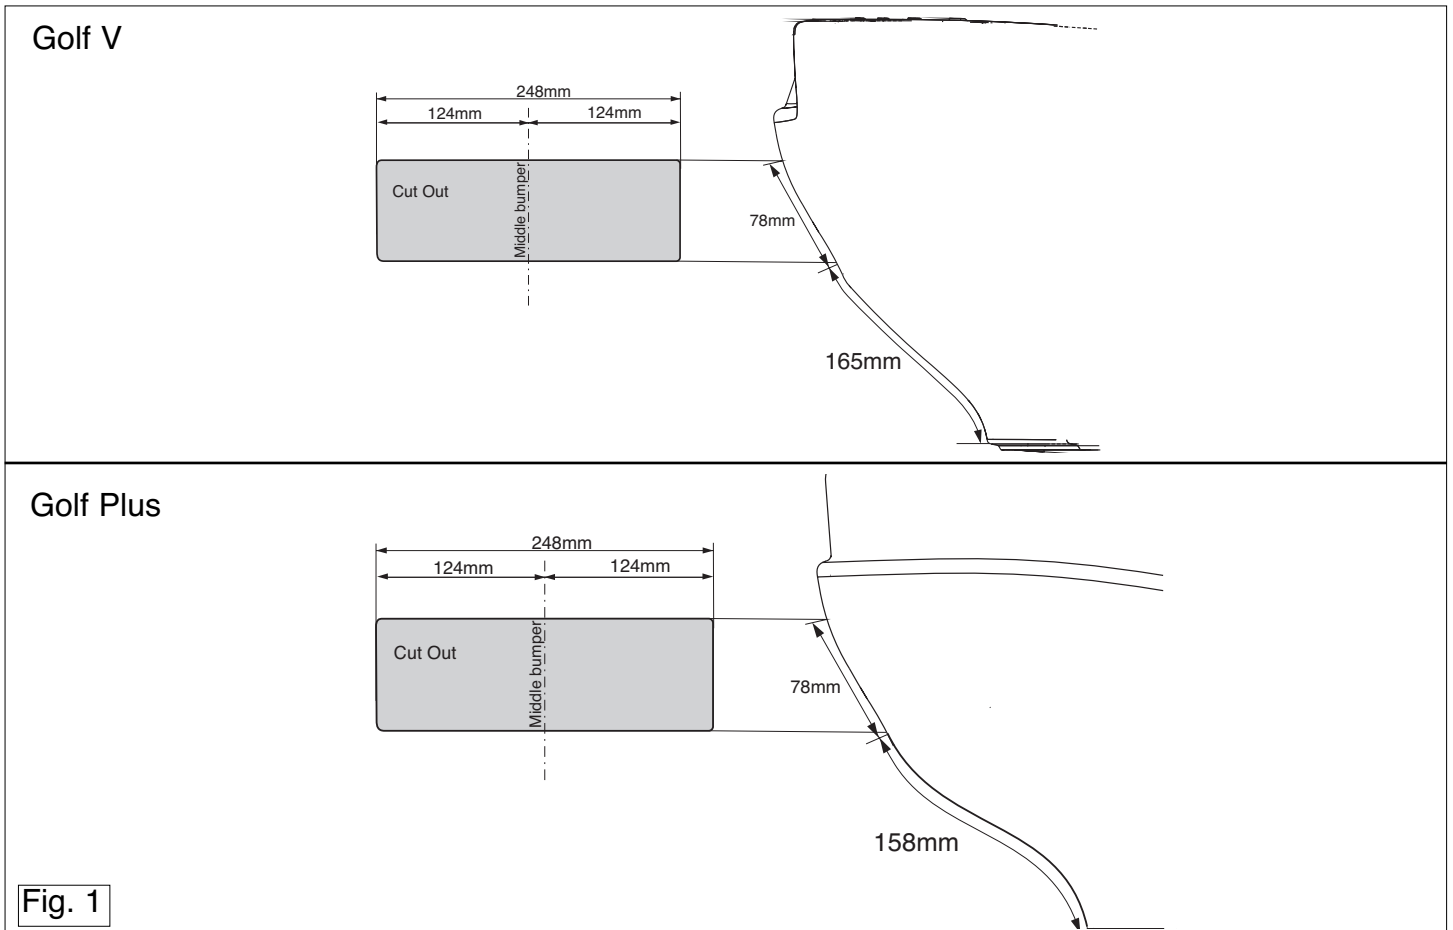

Fig. 1
7. Saw a section out of the middle of the underside of the bumper as shown in fig 1.
7. Scier au centre de la partie inférieure du pare-chocs une partie correspondant à la figure 1.
7. Auf der Unterseite der Stoßstange einen Teil aus der Mitte gemäß Abbildung 1 herausschneiden.